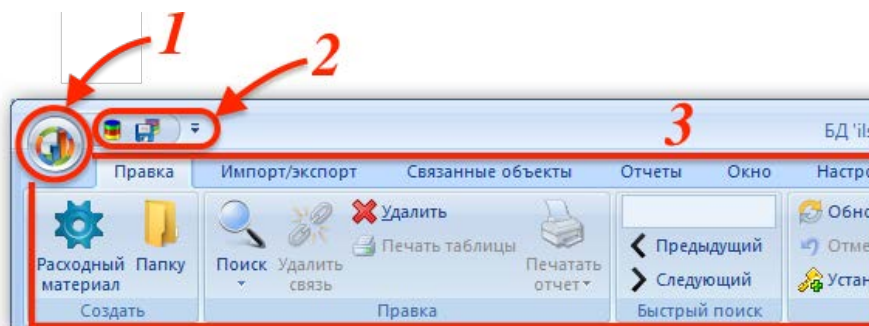

Рис. 5-2 – Область управления главного окна ILS Suite
- *Управляющая кнопка* для открытия основных рабочих окон или группы окон (1 на рис. 5-2).
- *Панель быстрого доступа* (2 на рис. 5-2).
– *Лента* управляющих элементов (3 на рис. 5-2). Управляющие элементы на ленте объединены в панели управления и вкладки. Набор управляющих элементов на ленте (панелей управления, вкладок) определяется типом активного рабочего окна.
Кнопки на функциональных вкладках объединяются в группы (панели) (3 на рис. 5-2). При переключении между вкладками рабочего окна становятся активными соответствующие панели управления на ленте.
Часть функций находится в выпадающем меню управляющей кнопки, которая расположена в левом верхнем углу окна программы ILS Suite (1 на рис. 5-2). Меню управляющей кнопки содержит следующие пункты: